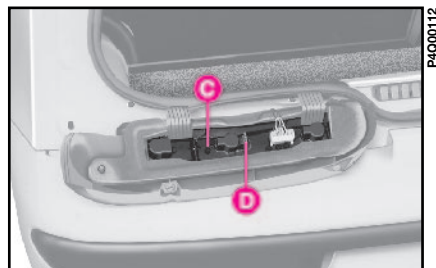

fig. 26
2) quite el portalámparas **C**-fig. 26 desenganchándolo de la palanca **D**;